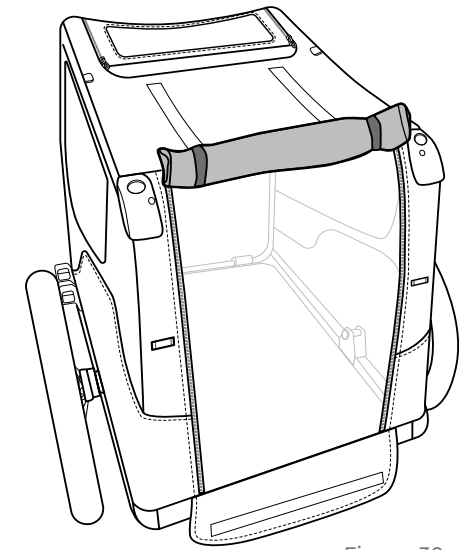

Figura 32
4. La ventana de malla de la puerta trasera se puede enrollar y sujetar insertando los ganchos para colgar en las presillas reflectantes de la posición ③ (Figura 32).